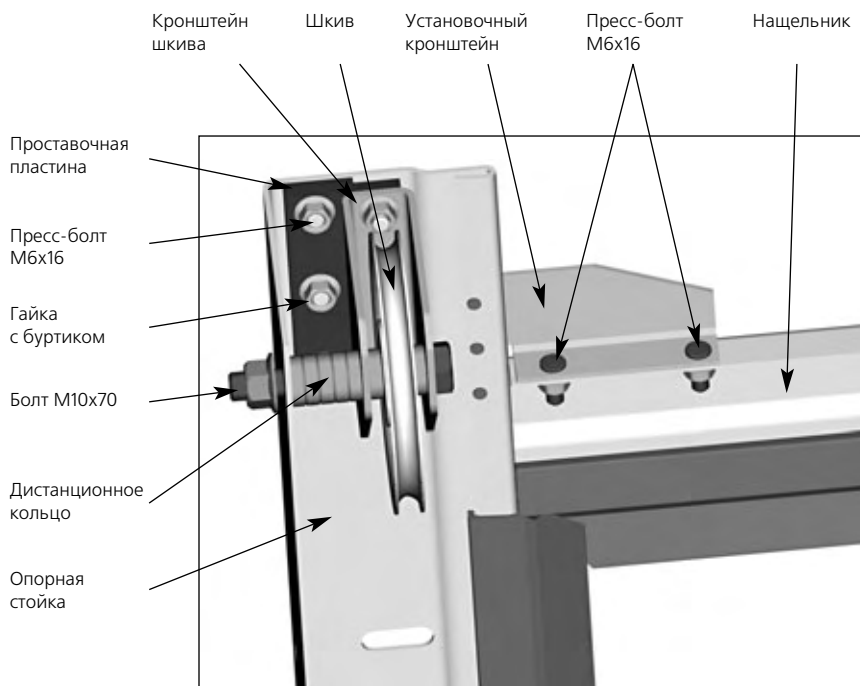

Рис. 12. Установка шкива и нащельника
- 1) На вертикальных опорных стойках в заводских условиях установлены и закреплены: шкив, кронштейн шкива, проставочная пластина, дистанционные кольца (рис. 12).